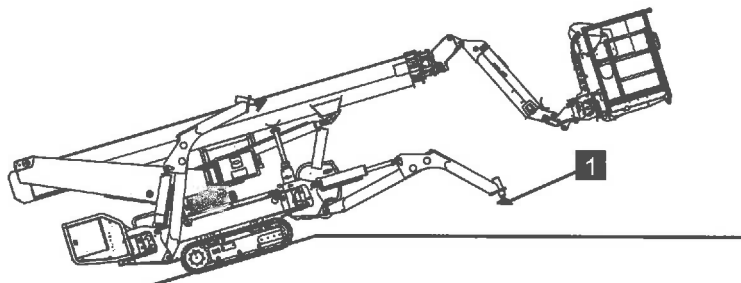

Abb. 104
5. Darauf achten, dass die Abstützteller (Abb.104/1) den Boden möglichst nicht berühren.